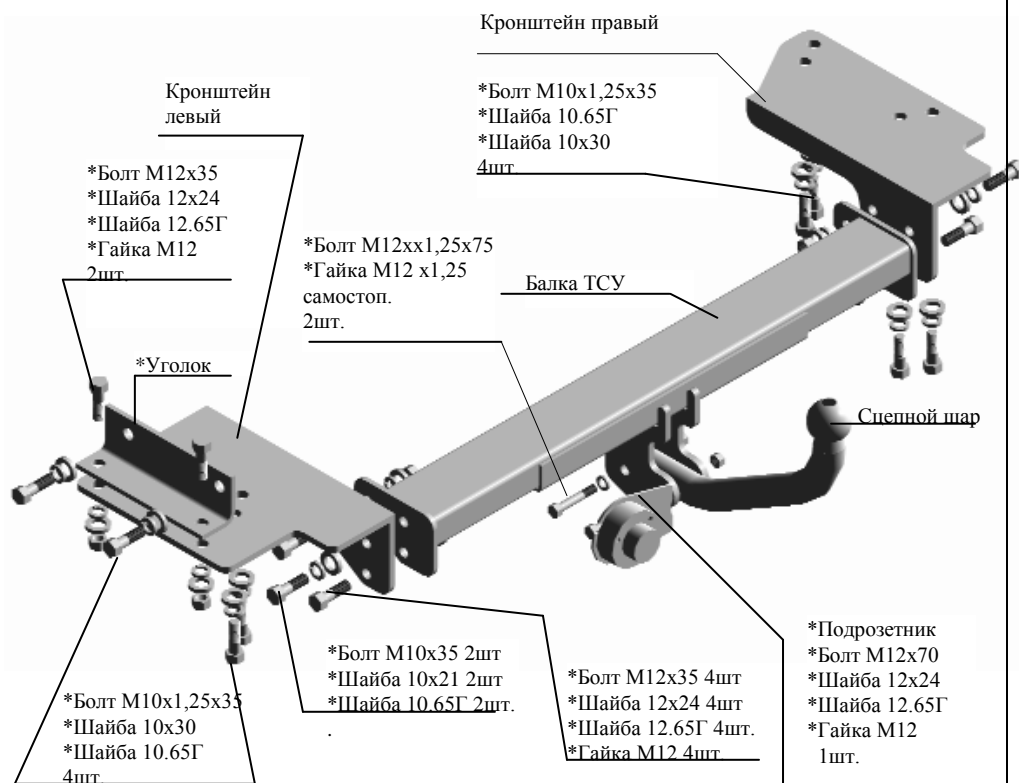

Рис.1 Тягово-сцепное устройство ТСУ 7310 КС2
2.1 ТСУ 7310 КС2 в сборе (рис.1)	1 шт.
2.2. Пакет комплектующих (рис.1)